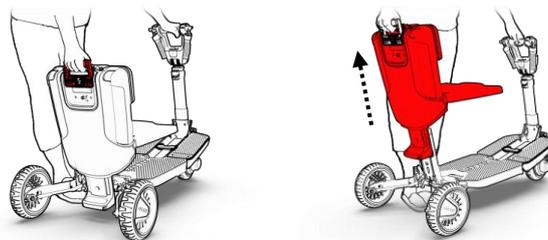

Figure 15
11. Continuez d'utiliser la poignée pour hisser le siège jusqu'au déclic qui confirme qu'il est en place (voir la figure 15).